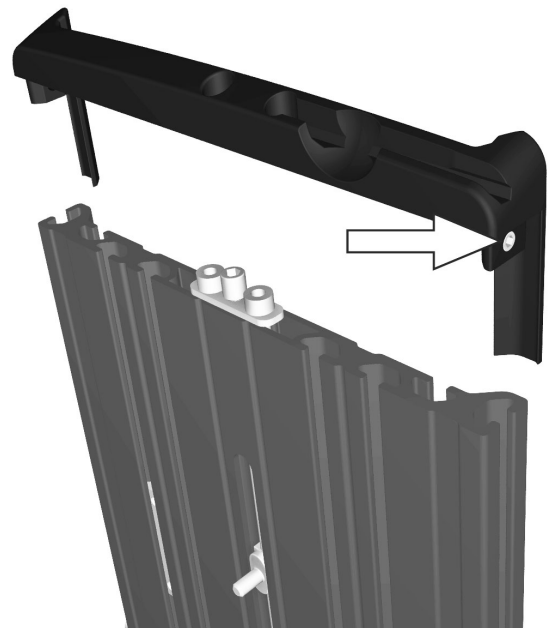

Abbildung 168. Der Endverschluss des Rückenlehnenprofils ist mit einer Schraube an der linken bzw. rechten Seite befestigt.
4. Endverschluss des Rückenlehnenprofils gerade in das Ende des Profils drücken. Verschluss durch Anziehen der Schraube an der linken bzw. rechten Seite fixieren. Siehe Abbildung. 168.